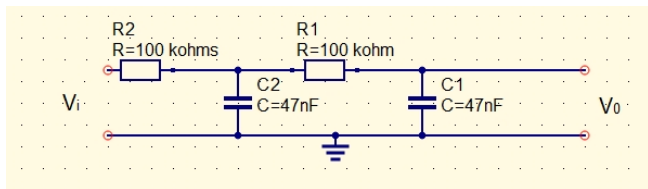

figura 9
- Emulación de Resistencia(~6): Es una señal PWM convertida a VC con un doble filtro paso bajo a 16hz[figura 9] para controlar el paso(Gate) del transistor. Toma valores entre 2,5V y 4,5V